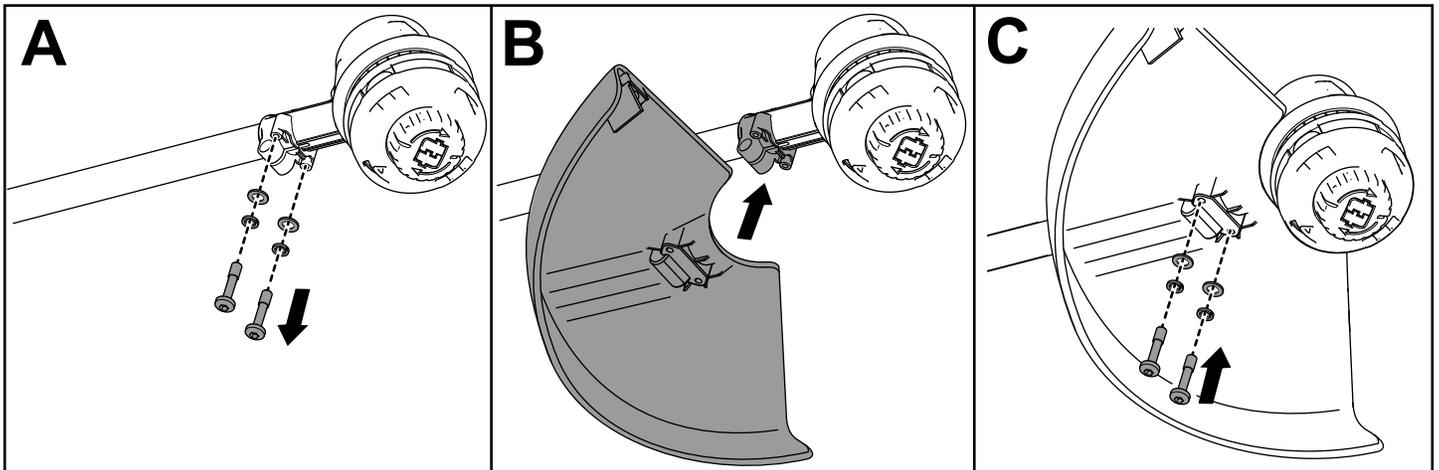

Figure 5
1. À l'aide de la clé Allen fournie, retirez les 2 vis à tête creuse, les 2 rondelles et les 2 entretoises de la base de la débroussailleuse (A de la Figure 5).
2. Placez le déflecteur sur la base de la débroussailleuse (B de la Figure 5).